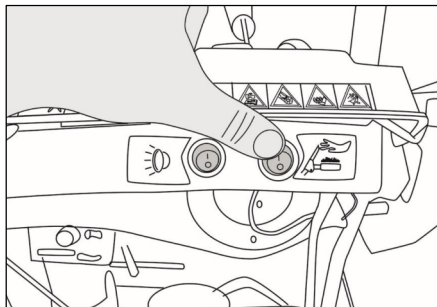

Рис. 31
11. Включите, по желанию, фару или подогрев рукояток (в зависимости от комплектации), нажав для этого соответствующую кнопку на панели управления (рис. 31).